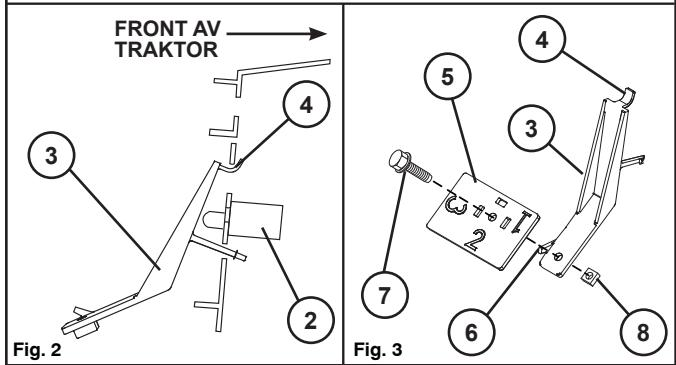

Fig. 2
- Ta påsenfull-spaken (3) och färd in tappen (4) i det övre hålet och rotera tills spaken (3) knäpper på plats (Se Fig 2 och Fig 3)
- För tungt/blött gräs, använd inte paddeln (5).
- För lätt gräs, använd paddeln (5) på inställning "1", "2", eller "3" (där "3" är för det lättaste eller torraste gräset).
- Välj din inställning och rotera påspaddeln (5) så att önskat nummer syns mot dig.
- Placera paddeln (5) på spaken (3) så att tapp (6) i botten av påsenfullspaken (3) går igenom korrekt fyrkantigt hål och se till att hålen i påsenfullspaken (3) och paddel (5) är i linje med varandra.
- Ta pose full-spaken (3), sett tappen (4) inn i øvre spor og roter til spaken (3) går i inngrep (se fig. 2 og fig. 3)
- Ikke monter konsollen (5) når gresset er særlig tungt eller vått.
- Bruk konsollen (5) for lettere gress med innstilling "1", "2", eller "3" ("3" kan brukes når gresset er tørrest og lettest).
- Velg innstilling og drei på oppsamlerposes konsoll (5), til ønsket nummer (innstilling) peker mot deg.
- Sett konsollen (5) på spak (3), slik at tappen (6) nederst på pose full-spaken (3) går gjennom riktig firkantet spor, og pass på at hullene i pose full-spaken (3) og konsollen (5) ligger over hverandre.